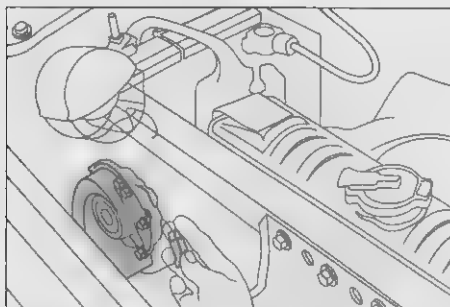

Рис. 20.2 Чтобы отключить звуковой сигнал, достаточно отсоединить провод, который идет к нему
- ✓ Если вышел из строя звуковой сигнал, он будет производить самый ужасный звук, на который только способен автомобиль. До того как это произойдет, попросите кого-то поддержать звуковой сигнал нажатом, чтобы вы смогли найти его под капотом. Обычно там находятся две "улитки". К каждому из них идет по одному проводу, которые необходимо отключить для того, чтобы прекратить шум (рис. 20-2), но иногда достаточно отключить один проводок. Когда звуковой сигнал отключен, обязательно скажите механику, каким образом вы отключили провода, и определите, каким образом устранить звуковой сигнал. (Если провода звукового сигнала недоступны, просто снимите одну клемму АКБ или предохранитель, который "отвечает" за этот шум.)